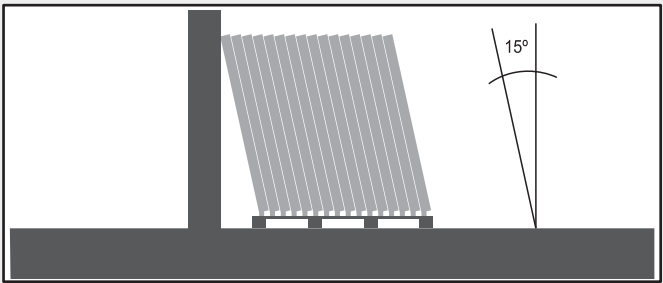

Figura 1 - Detalhe do armazenamento das esquadrias.
e) As esquadrias devem ser armazenadas em pé, na mesma posição de instalação, num ângulo aproximado de 15 graus e sem o contato direto com o piso irregular. Caso seja necessário, utilize um apoio de madeira, conforme figura 1.